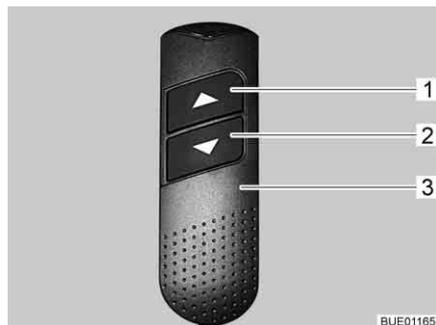

Fig. 132 Commande manuelle
- Sur la commande manuelle (Fig. 132,3), appuyer sur la touche "▼" (Fig. 132,2) et la maintenir pressée. Le pied rentre. Les têtes se relèvent.
- Sur la commande manuelle (Fig. 132,3), appuyer sur la touche "▲" (Fig. 132,1) et la maintenir pressée. Le pied sort. Les têtes s'abaissent.
- Sur la commande manuelle (Fig. 132,3), appuyer sur la touche "▼" (Fig. 132,2) ou sur la touche "▲" (Fig. 132,1) jusqu'à ce que la position désirée soit atteinte.